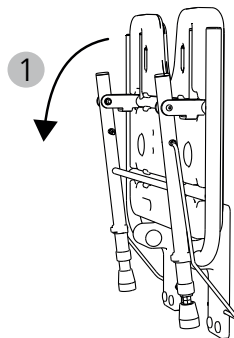

fig. 5
1. Exercez une pression sur l'assise pour amener le siège de douche escamotable vers l'avant et le bas. Les deux pieds se déploient automatiquement et le siège de douche escamotable se délie (fig. 5, 1).